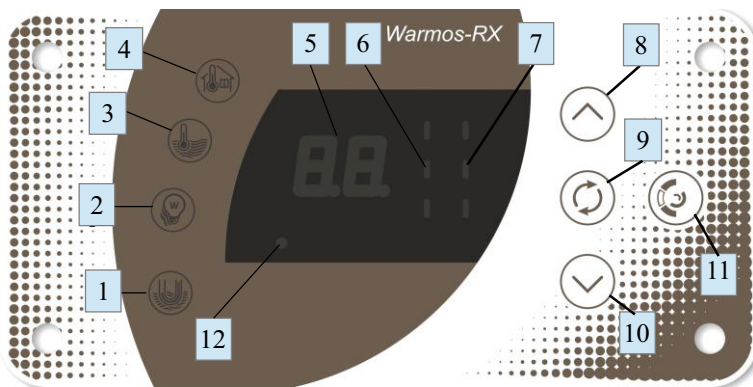

Рисунок 3. Панель индикации и управления
Заднюю панель (1); входной комбинированный патрубок (2) (через который теплоноситель поступает в прибор), имеющий как наружную резьбу G3/4, так и возможность подсоединения пайкой медной трубой с наружным диаметром 20 мм; циркуляционный насос (3), приводящий в движение теплоноситель, который проходя через трубопровод (4), поступает в теплообменную емкость (5) в теплоизоляции, содержащую трубчатые электронагреватели (ТЭНы) (6), и возвращается в систему через верхний выходной патрубок (7) со внутренней резьбой G1¼. Желаемая температура на выходе, контролируемая датчиком (8), а также лимит потребления электроэнергии устанавливаются на панели управления и индикации (см. рис.3). Избыточное давление в теплообменной емкости должно находиться в пределах от 0,05 МПа (при меньшем давлении работа циркуляционного насоса становится неустойчивой), до 0,29 МПа. Оно контролируется датчиком давления (9). Независимая от микроконтроллера и охлаждаемых полупроводниковых элементов защита представлена самовозвратным термовык-
- 31 Екатеринбург, «Предприятие «ТАЭН», (343) 222-79-97
- 32 Екатеринбург, «ПромИнком», (343) 20-20-752
- 33 Екатеринбург, «Сервисная служба» (343) 328-72-27